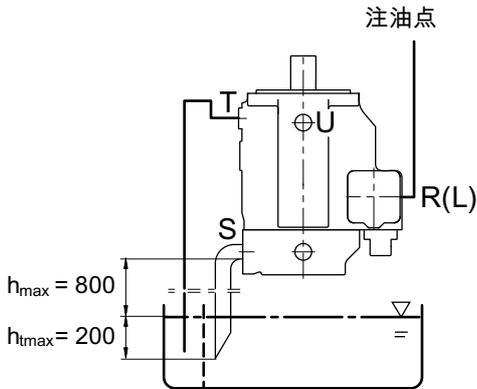

图 2
b) 当最低油位低于安装法兰区域时：必须对油口 »R/L«，»T« 和（可能的话）»S« 进行管道连接，如图 2 中所示。此外，还要遵守第 1.2 点中所述条件。